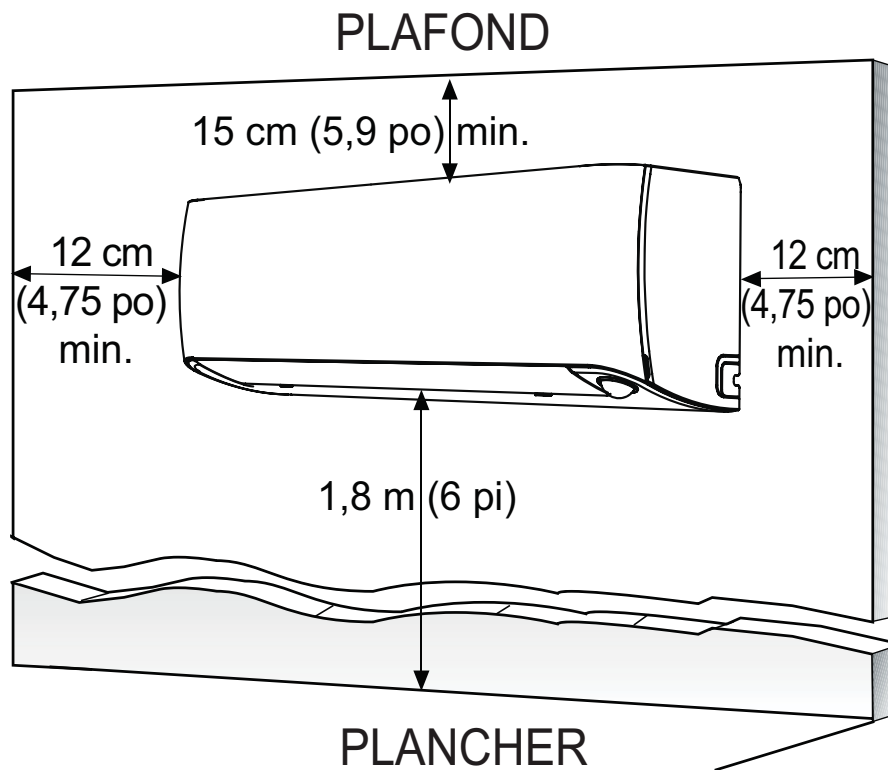

Fig. 3 – Dégagement du module intérieur
Laissez suffisamment d'espace pour permettre la circulation d'air et l'entretien de l'appareil. Consultez la fig. 3 pour connaître les distances minimales requises entre l'appareil et les murs ou les plafonds.
- Emplacement qui fournit les dégagements appropriés (voir fig. 3).
2. À l'aide du crayon, tracez la position du trou dans le mur. La plaque de montage doit être placée horizontalement et de niveau au mur. Tous les dégagements minimaux indiqués dans la figure 3 doivent être respectés.